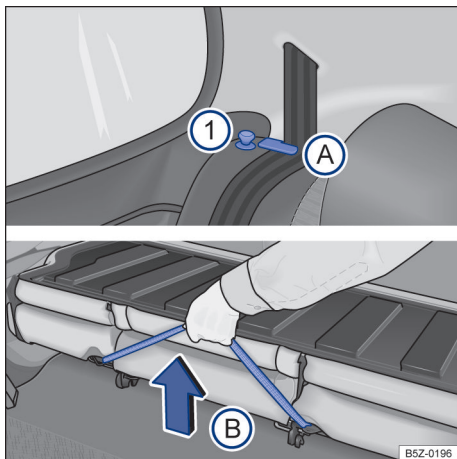

Fig. 61 Banco traseiro: pino de destravamento ①; posicionador para os cadarços dos cintos ①; alça para destravamento do conjunto do assoalho ②.
- Posicionar os cadarços dos cintos de segurança nos seus respectivos posicionadores → Fig. 61 (A).
- Levantar o pino → Fig. 61 (1) de destravamento em ambos os lados para cima e, ao mesmo tempo, rebater o encosto do banco traseiro para frente.
- Puxar a alça → Fig. 61 (B) para destravar o conjunto do assoalho e, ao mesmo tempo, levantar o **cuidadosamente** na direção dos bancos dianteiros.
- Segurar o banco traseiro pela alça → Fig. 61 (B) e, soltar de uma altura de 15 cm.
- Retirar os cadarços do cinto de segurança do posicionadores → Fig. 61 (A). Para veículos com cintos de três pontos fixos, recolocar as linguetas nos respectivos fechos.